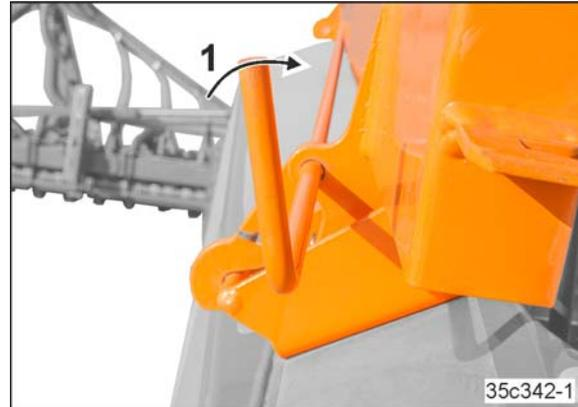

Fig. 228
1. Deckelverriegelung lösen (Fig. 228/1)